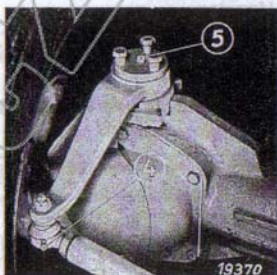

Bild 107
Die an der Vorderachse vorhandenen Druckschmierknöpfe (4) und (5) müssen mit Hochdruckfett abgeschmiert werden (Bild 107).